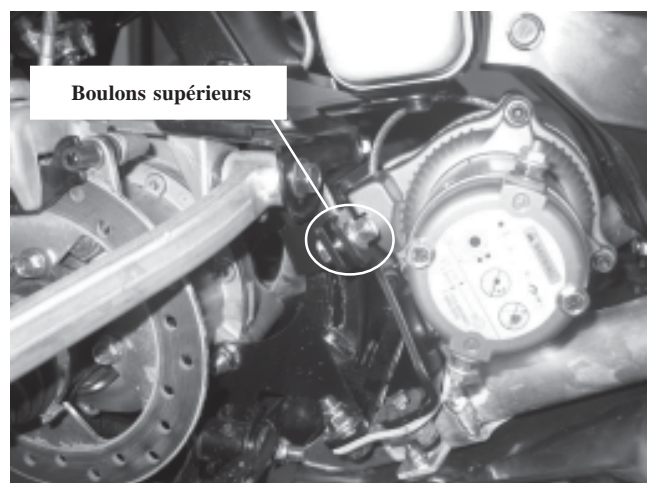

Figure 6
5. Fixez le support de serrage (A2) au support de montage (A1). Le support de serrage (A2) enveloppe le cadre du VTT et se fixe au support de montage (A1). Fixez le support de serrage (A2) au support de montage (A1) à l'aide de 2 boulons à tête hexagonale 5/16 - 18 x 1 po (B5), 2 rondelles plates 5/16 (B1) et 2 écrous de blocage 5/16 - 18 (B3). Voir la Figure 6.